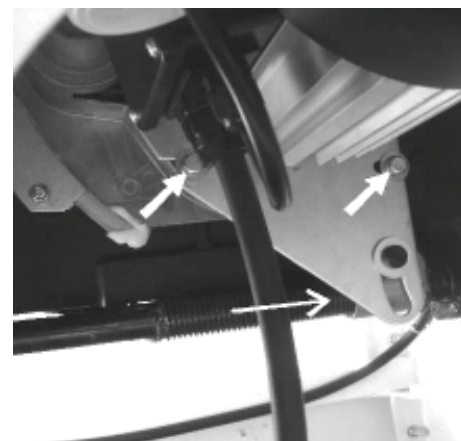

Рис. 27
- Отключите станок. Снимите переднюю крышку станка. (CC, рис. 25). Снимите 2 шестигранный винта (рис. 27)